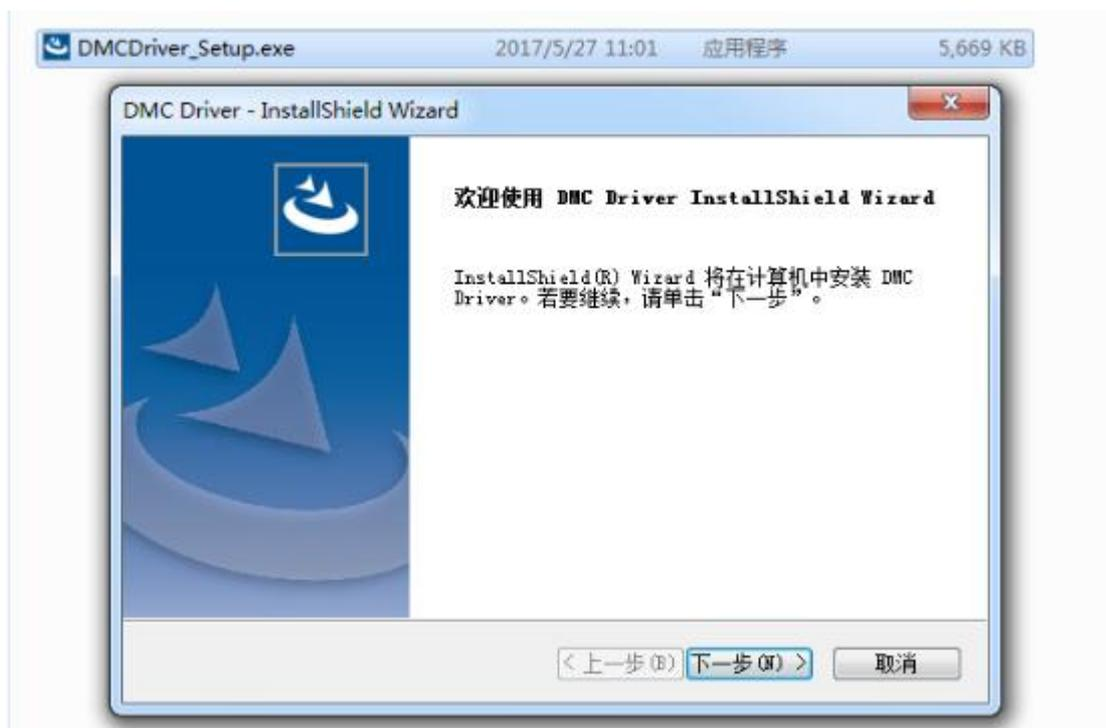
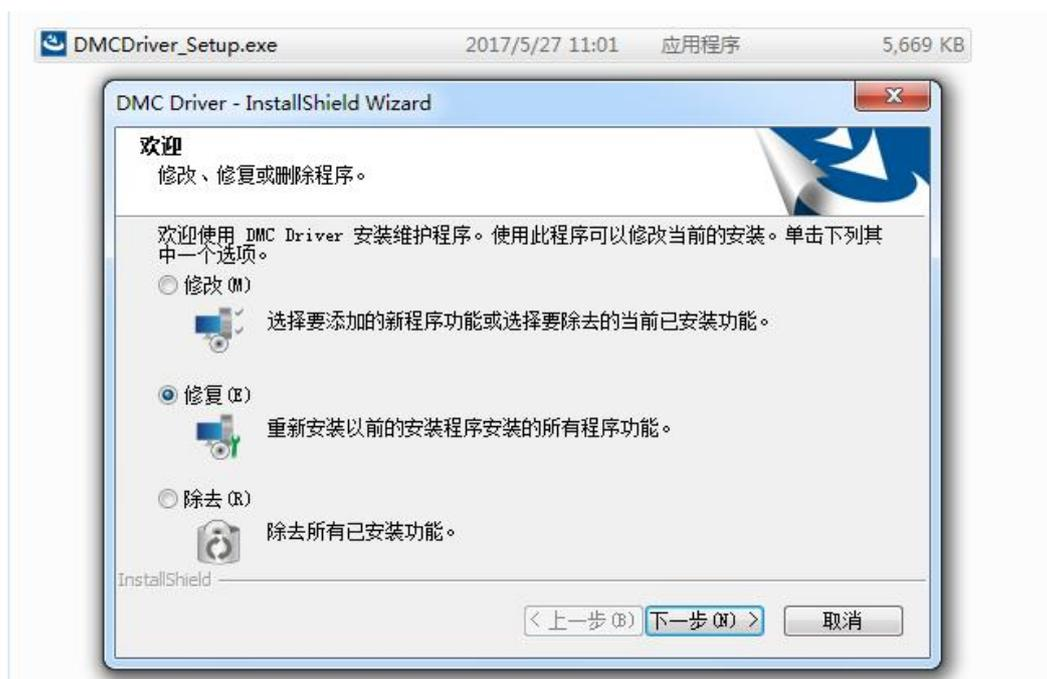

图 1 驱动程序开始安装
图 2 已安装驱动程序选项
1、双击驱动文件 `DMCDriver_Setup.exe`，如果出现如图 1 所示对话框，点击“下一步”继续安装；如果出现如图 2 所示对话框，请选择“修复”，并点击“下一步”，跳转到第 5 步继续安装。